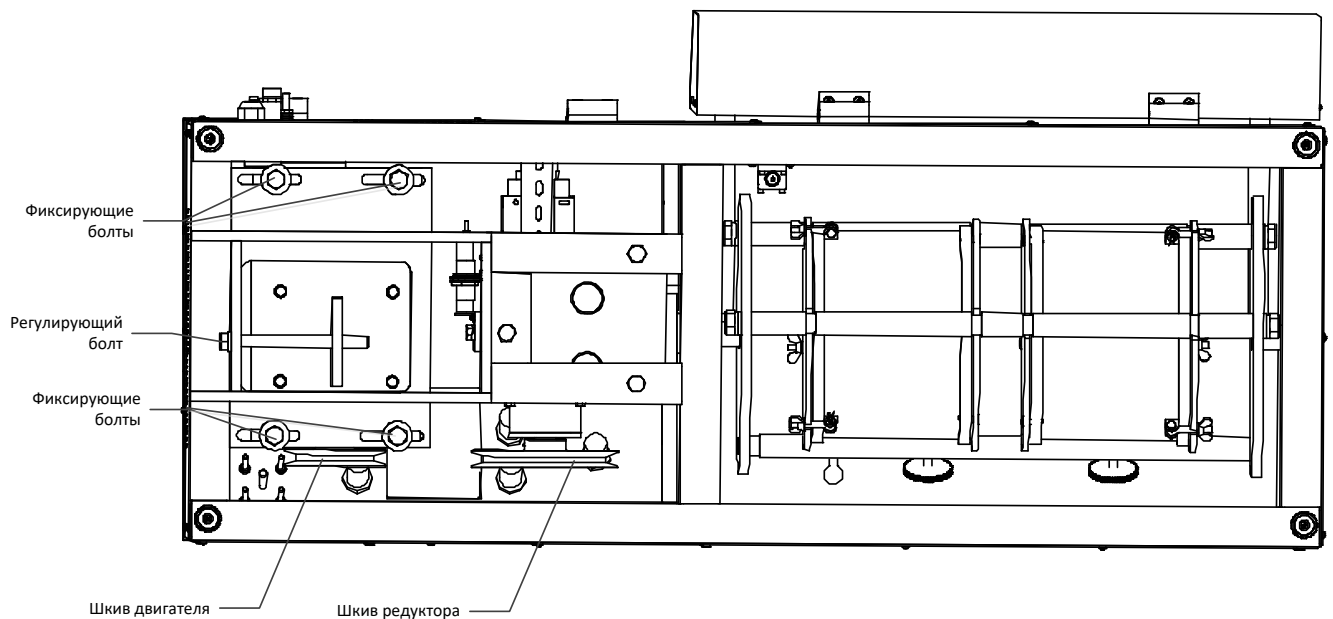

Рисунок 6 – Регулировка натяжения ремня
9.3 Для регулировки натяжения приводного ремня ИМД-10 установить согласно рис. 6.